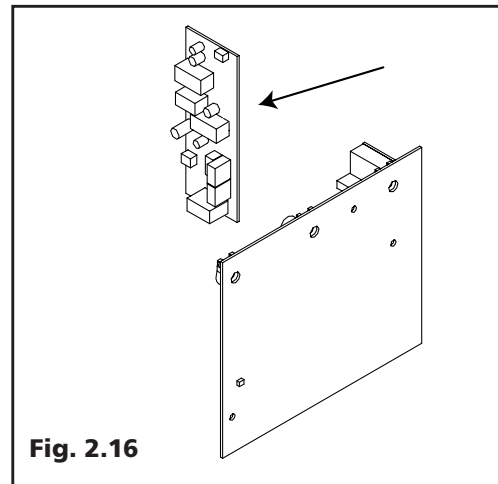

Fig. 2.16
2.10 Apparecchiatura controllo fiamma (Fig. 2.16)
(Fig. 2.16)